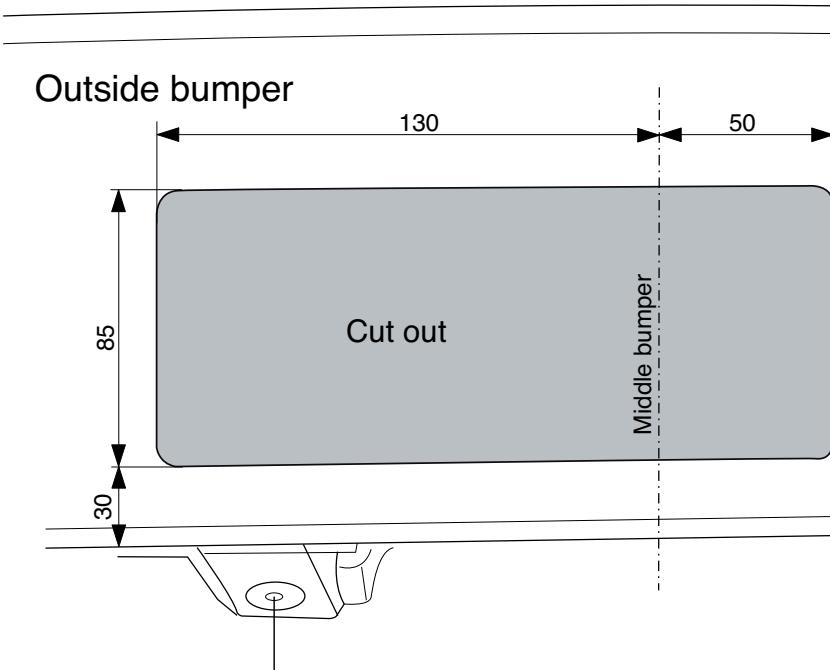

Fig.4
11. Для моделей без кожуха бампера: Выпилить обозначенную часть, как указано на рис. 4.